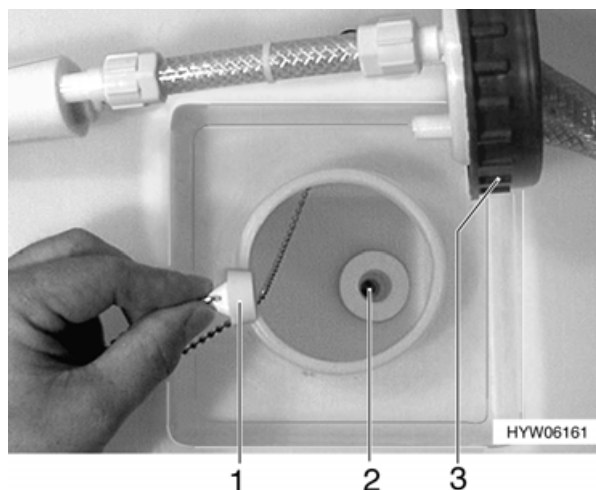

Fig. 93 Serbatoio dell'acqua, tappo di chiusura
- Aprire il coperchio (Fig. 93,3) del serbatoio dell'acqua.
- Chiudere l'apertura di scarico (Fig. 93,2) nel serbatoio dell'acqua con il tappo di chiusura in dotazione (Fig. 93,1).